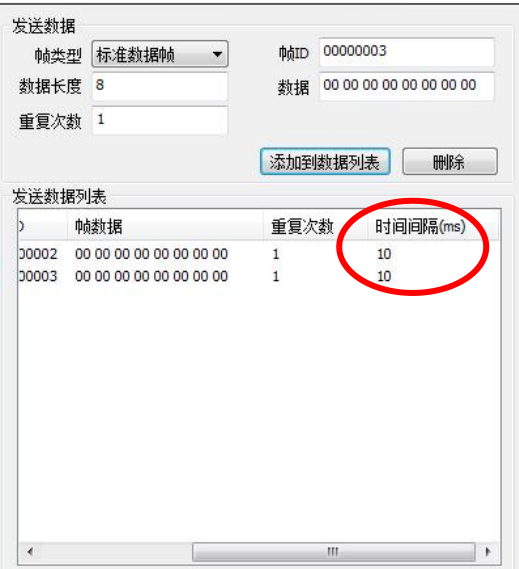

图 8.216 发送数据帧可以设置间隔时间
- (1) 触发条件可以多条添加，每个触发条件都要单独添加发送数据的列表。
- (2) 帧 ID 和数据的掩码对应位为 1，则为“有关位”，就是说接收到报文的这个位必须和填入的帧 ID 或者数据匹配才能触发。如果掩码对应位为 0，则为“无关位”，就是说接收到报文的这个位无论是 0 还是 1 都可以被触发，
- (3) 发送数据可以设置重复发送的间隔时间，从触发后开始计时，如图 8.216 所示。